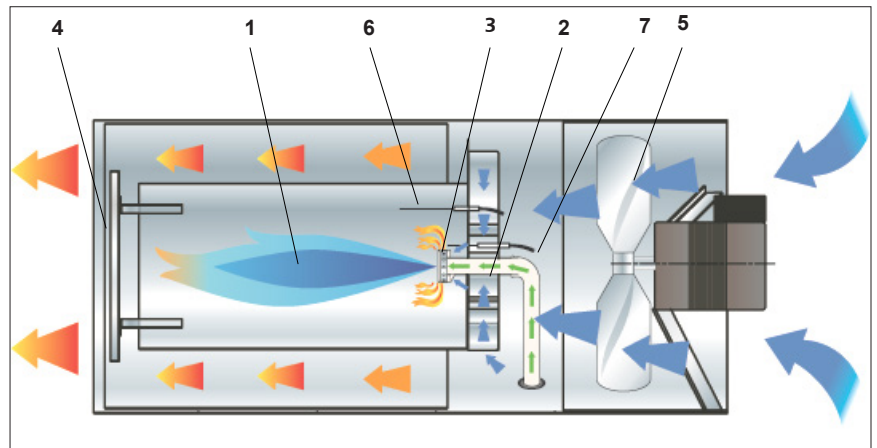

FIG. 4
Cette commutation peut être effectuée plusieurs fois au cours de la vie de la machine et pas uniquement à la première mise en marche. Commencer par contrôler le SPECIFICATIONS repérer la catégorie de référence pour gaz naturel ou gaz liquide en fonction du pays d'utilisation de l'appareil. Pour chaque catégorie sont indiquées la pression d'alimentation, la pression de service, et le réglage de labague diffuseur (#3 FIG. 4) are stated.
- Si cela est indiqué dans les spécifications, changer l'anneau de diffusion (n 3 figure 4.);
- Dévissez et retirez l'électrode d'ionisation (n 6. La figure 4)
- Desserrer les vis qui fixent la tête de combustion (3) à la chambre de combustion (n 1 figure. 4)